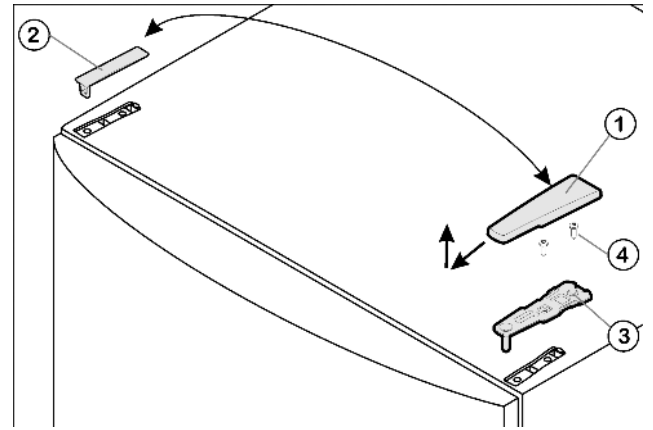

Fig. 4
- ▶ Enlever le cache Fig. 4 (1) vers l'avant et vers le haut.
- ▶ Retirer le cache Fig. 4 (2).
- ▶ Dévisser le support d'appui supérieur Fig. 4 (3) (2 Torx® 25) Fig. 4 (4) et retirer vers le haut.
- ▶ Placer le support d'appui supérieur Fig. 4 (3) sur le nouveau côté charnière de porte.
- ▶ Visser le support d'appui supérieur à fond (avec 4 Nm) (2 Torx@ 25) Fig. 4 (4). Pointer les trous de vissage ou utiliser une visseuse sans fil.
- ▶ Faire encliqueter le cache Fig. 4 (1) et le cache Fig. 4 (2) du côté opposé.